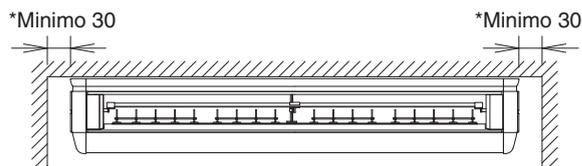

Fig. 1
- (1) Scegliere il luogo di installazione conforme alle seguenti condizioni e ottenere l'approvazione del cliente.
- Un luogo in cui ci sia spazio sufficiente per l'installazione e la manutenzione. (Fare riferimento alla Fig. 1 e alla Fig. 2)